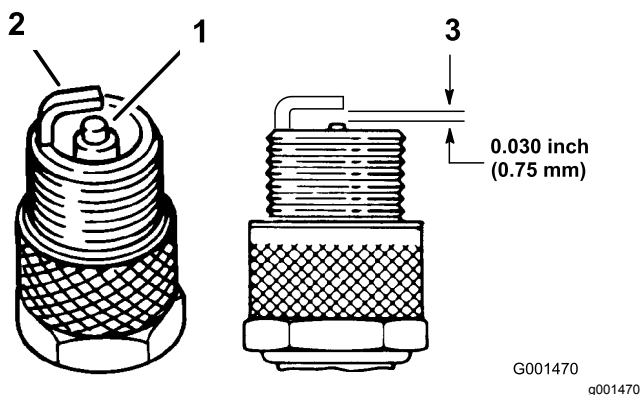

Рисунок 30
1. Осмотрите середину каждой свечи зажигания (Рисунок 30).
3. Проверьте зазор между центральным и боковым электродами (Рисунок 30).
Примечание: Если зазор неправильный, отогните боковой электрод (Рисунок 30).
3. Присоедините провода к свечам зажигания (Рисунок 30).